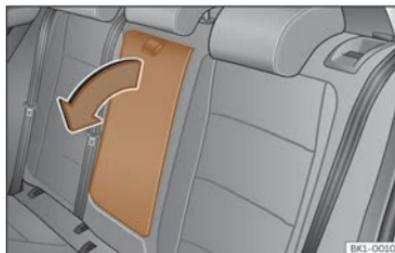

Fig. 75 Bracciolo centrale posteriore ribaltabile (rappresentazione schematica).
- Per *abbassare* il bracciolo, tirare il passante nella direzione della freccia >>> **fig. 75**.